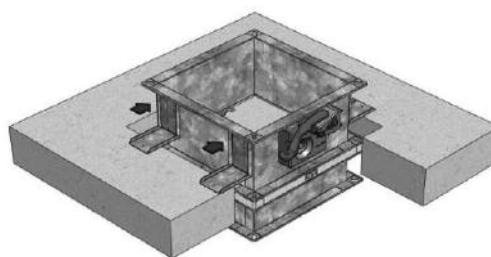

FIG.2
- 3 - Inserire la serranda all'interno dell'apertura posizionandola con il lato comandi sopra al solaio ed in modo che sporga da esso di 175 mm. Spingere le staffe contro la cassa della serranda in modo da fermarla nella posizione corretta (fig.2)